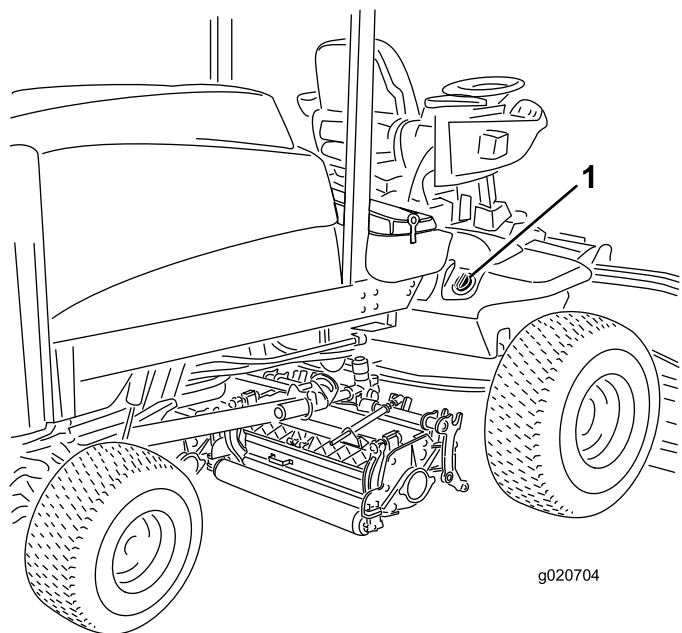

図 37
2. 油圧オイルタンクの注油口周辺をきれいに拭き、キャップ 図 37 を外す。